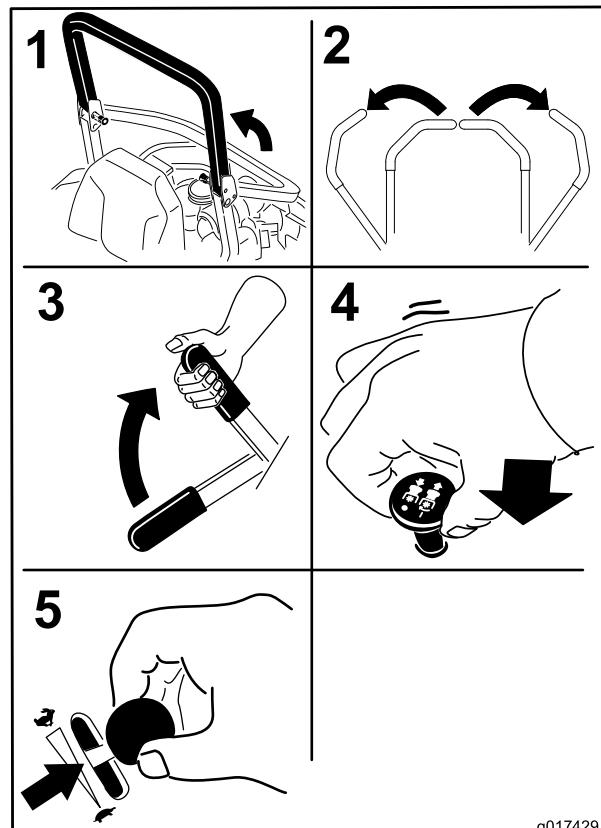

Figura 18
- Spostate il comando delle lame (PDF) in posizione Off (Figura 18).